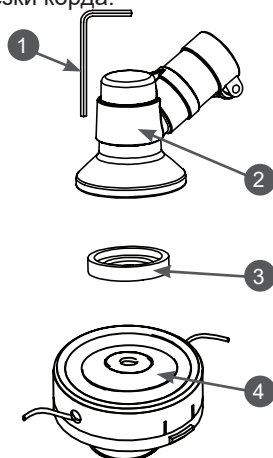

Рис. 7 Установка триммерной головки
1. Установите на вал редуктора 2 защитную шайбу 3 (Рис. 7).
3. Установите в отверстие редуктора стопор 1 и, удерживая стопором защитную шайбу редуктора, закрутите триммерную головку 4 (Рис. 7).